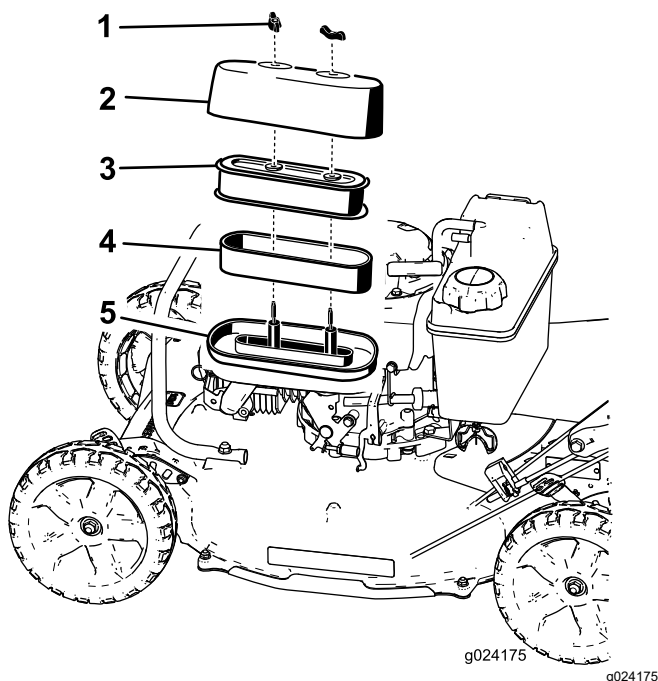

Figure 22
3. Retirez les 2 écrous de fixation du couvercle (Figure 22).
5. Déposez les éléments en mousse et papier de la base du filtre à air (Figure 22).
6. Sortez l'élément en mousse de l'élément en papier (Figure 22).